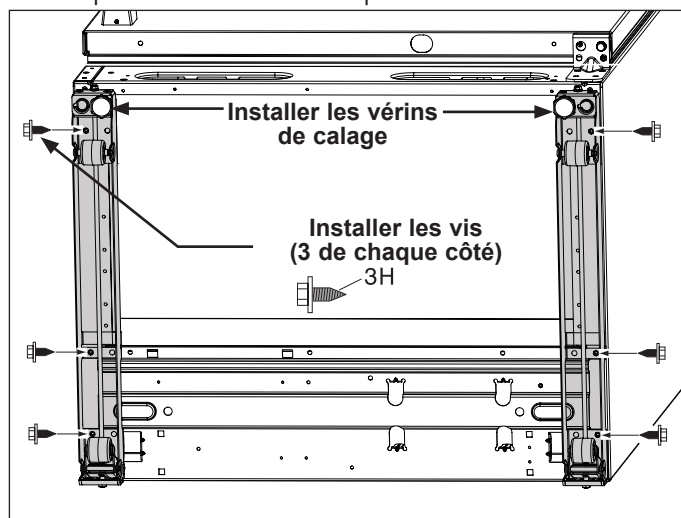

Figure 4
- a. Fixez le vérin de calage actuel au système de mise à niveau. Le vérin de calage est une pièce commune qui fonctionnera sur l'un ou l'autre des côtés inférieurs de l'appareil. (Voir la Figure 4).
- b. Fixez le vérin de calage à l'aide de trois (3) vis par côté à l'aide d'une douille de 3/8 po.